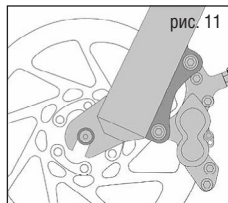

рис. 12
3. Некоторые типы велосипедных тормозов, такие как дисковые (рис. 11) или прямой тяги (рис. 12), исключительно мощны. Будьте особенно внимательны, привыкая к их работе, и осторожны в их эксплуатации.
Большинство тормозов, сжимающий обод колеса, имеют специальный разъем, позволяющий развести тормозные колодки в стороны для снятия и постановки колеса. Когда разъем разомкнут, тормоза не могут функционировать. Попросите продавца показать вам, как функционирует разъем тормозных механизмов на вашем велосипеде (рисунок 12, 13, 14 и 15), перед выездом всегда проверяйте работоспособность обоих тормозов.